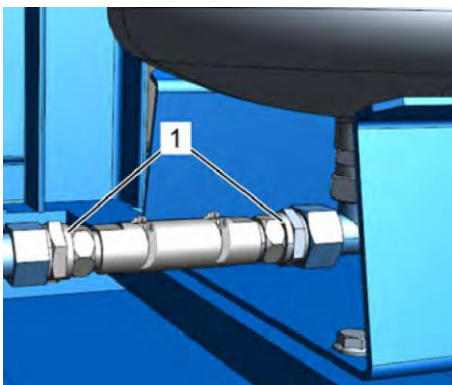

Рис. 54: Анод протекторной защиты
6. ► Отсоедините два резьбовых соединения анода протекторной защиты (Рис. 54/1).
9. ► Приклейте оба резьбовых соединения на аноде протекторной защиты (Рис. 54/1) при помощи средства LOCTITE® 577 и закрутите их.